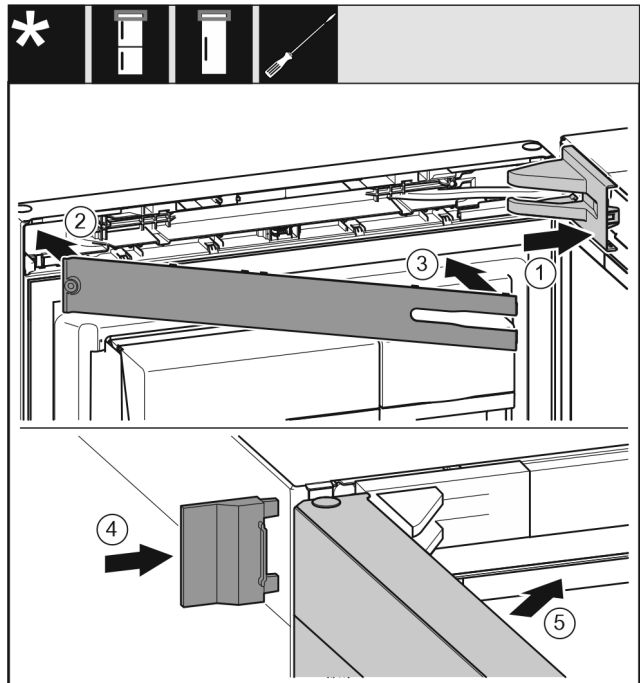

Fig. 27
- ▶ Założyć osłonę płytki zawiasu i zazębnić, ew. ostrożnie odsunąć. Fig. 27 (1)
- ▶ Założyć zaślepkę. Fig. 27 (2)
- ▶ Przechylić i zazębnić zaślepkę. Fig. 27 (3)
- ▶ Wsunąć zewnętrzną osłonę. Fig. 27 (4)
- ▶ Zamknąć górne drzwi. Fig. 27 (5)